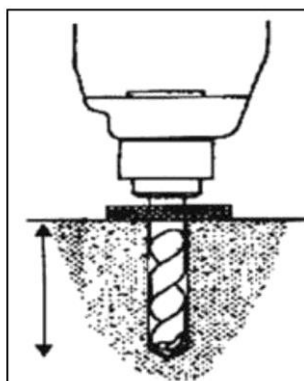

Fig. 29
- Efectuați orificii cu diametrul corect în beton la adâncimea necesară și curățați interiorul orificiului (**Fig. 29**).